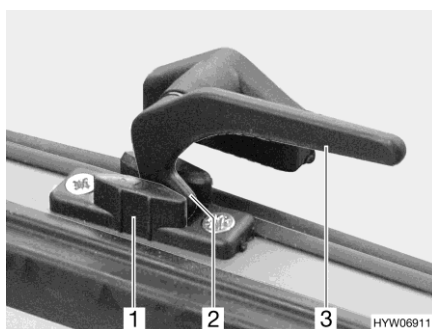

Bild 68 Verriegelungshebel (Stellung "Dauerbelüftung")
- in Stellung "Dauerbelüftung" (Bild 68)
- Alle Verriegelungshebel (Bild 68,3) eine viertel Umdrehung zur Fenstermitte hin drehen.
- Alle Verriegelungshebel wieder zurückdrehen. Die Verriegelungsnase (Bild 68,2) dabei jeweils in die Aussparung der Fensterverriegelung (Bild 68,1) einfahren.